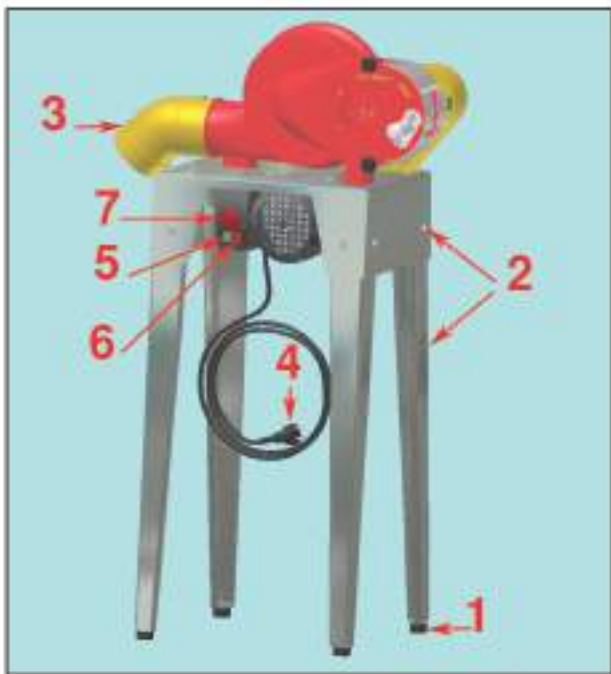

FIG. 1
Prima di alimentare la macchina e di procedere alla spiumatura, fissare all'aspiratore l'apposito sacco (Fig. 1, punto 3).
Una volta inserita la spina (fig. 1, punto 4) nella presa e premere l'interruttore (fig. 1, punto 5). A tale azione segue l'entrata in funzione dell'aspiratore e del blocco spiumaggio.
In caso di improvvisa mancanza di energia elettrica, automaticamente l'interruttore si porta in posizione di arresto. Una volta ripristinata la fornitura di energia elettrica, occorre agire di nuovo sull'interruttore premendo il pulsante di marcia (fig. 1, punto 5).
- 6- In caso di emergenza durante l'utilizzo, agire sull'apposito pulsante (fig. 1, punto 7) per bloccare l'arrivo di tensione. Per riattivare la macchina, sbloccare il pulsante di emergenza ruotandolo verso destra e riavviare la macchina agendo sull'interruttore (fig. 1, punto 5).
Fissare le gambe al basamento (fig. 1, punto 2) e bloccare con apposita bulloneria in dotazione. All'estremità inferiore di ciascuna gamba avvitare i tasselli antivibranti in dotazione (fig. 1, punto 1).